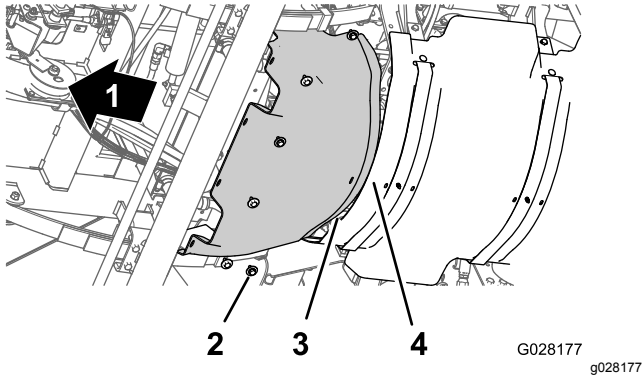

Bild 67
1. Fluchten Sie den hinteren Flansch des vorderen Wärmeschutzblechs über dem vorderen Flansch des hinteren Wärmeschutzblechs aus (Bild 67).
2. Fluchten Sie die Löcher im vorderen Wärmeschutzblech mit den Gewindelöchern im Chassis aus (Bild 67).
3. Befestigen Sie das vordere Wärmeschutzblech mit den sechs Sechskantschrauben und sechs Scheiben (Bild 67), die Sie in Schritt 3 von Entfernen des vorderen Wärmeschutzblechs (Seite 4) entfernt haben, an der Maschine.